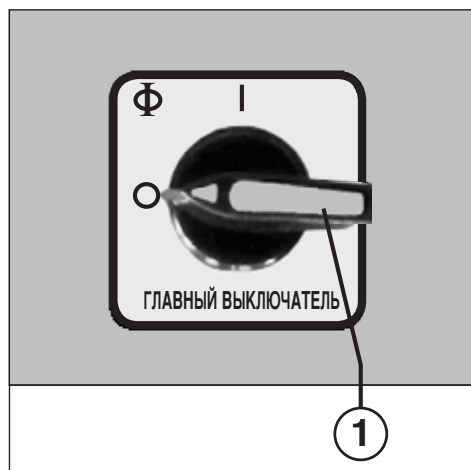
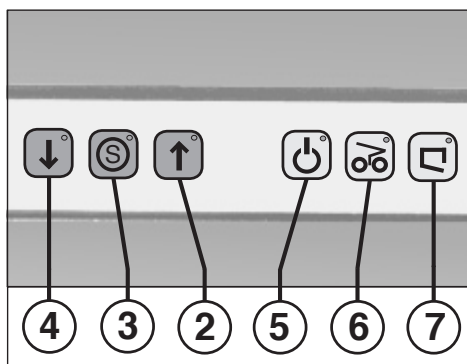

Рис. 1
Рис. 2
Включите измельчитель с помощью главного выключателя (1) (рис. 1). В знак того, что устройство готово к работе, загорается контрольная индикаторная лампочка "Готовность к работе" (5), а также красная клавиша остановки "S" (3) (рис. 2).
- Нажмите на клавишу прямого хода (2) (рис. 2): режущий механизм заработает и начнет измельчать бумагу.
- Для выключения измельчителя нажмите на красную клавишу остановки (3) (рисунок 2).
- Режущий механизм заблокирован. Загорается контрольная индикаторная лампочка (6) (рисунок 2).
Если приемный мешок наполнился измельченной бумагой до краев, то измельчитель останавливается. Загорается контрольная индикаторная лампочка "Приемный мешок переполнен" (7) (рис. 2). Проводите опорожнение приемного мешка следующим образом:
Следите за тем, чтобы измельчитель выключался на ночь (главный выключатель (1) (рисунок 2) должен находиться в положении "0").